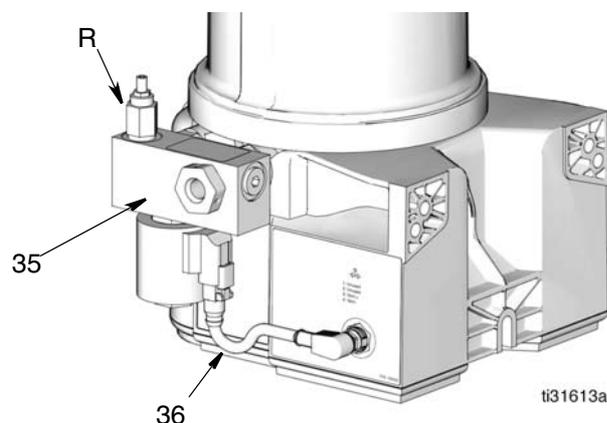

FIG. 18
Brancher une extrémité du câble de la vanne d'évent (36) (réf. Graco 129801) au connecteur de vanne d'évent situé sur la pompe. Brancher l'autre extrémité du câble à la vanne d'évent (35) comme illustré à la FIG. 18.
Vanne de décompression (FIG. 18, R)